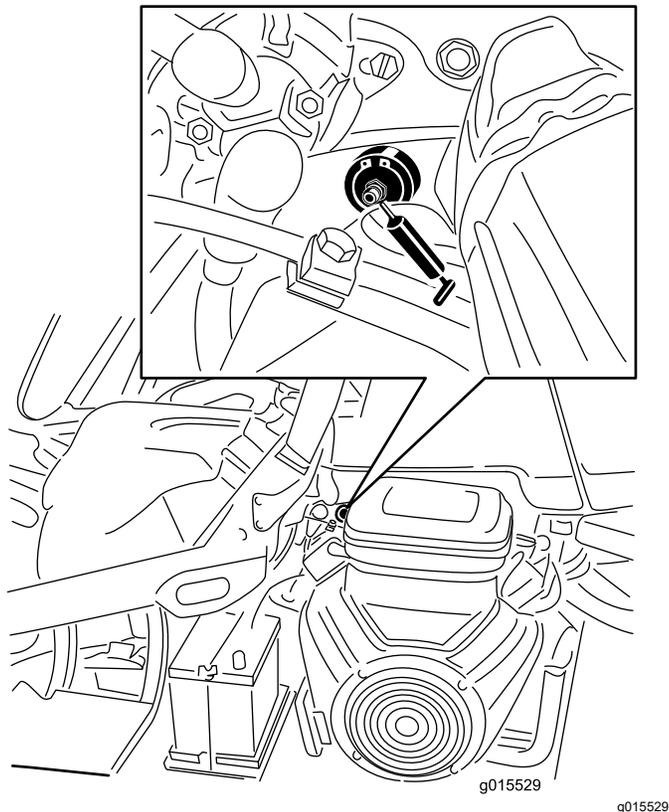

图 28
1. 擦干净黄油嘴这样就不会导致异物进入轴承或轴套中图 28。